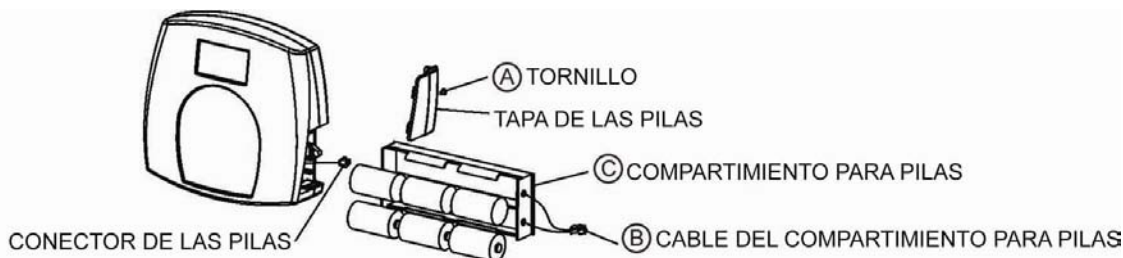

Figura 3 - Pilas
2. Colóque las pilas en su compartimento (consulte la información sobre “Pilas” en la Figura 3, que aparece a continuación).
2. Retire la tapa de las pilas de la unidad de visualización; consúlte la Figura 3 (A).
3. Desconecte el conector del cable del compartimento para pilas del conector de las pilas (B).
4. Retire cuidadosamente el compartimento para pilas (C) por deslizarlo del conjunto de la pantalla.
6. Introduzca con cuidado el compartimento para pilas (C) en el conjunto de la pantalla.
7. Conecte el cable del compartimento para pilas al conector de las pilas (B).
8. Colóque la tapa de las pilas en el conjunto de la pantalla e instale el tornillo (A).